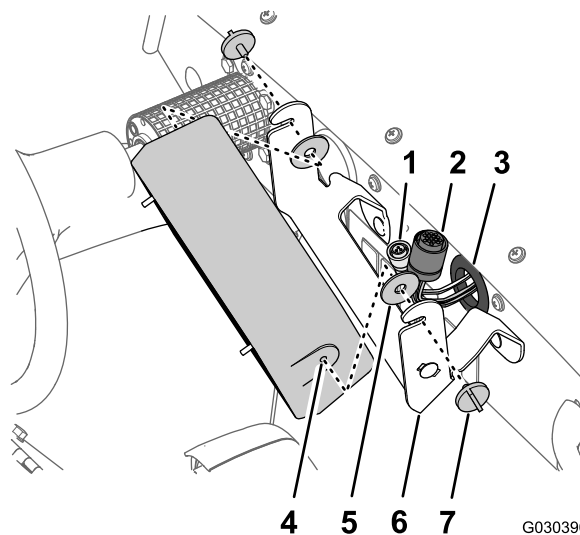

Figura 6
3. Retire los pomos a cada lado de la consola de control (Figura 6).
4. Retire la consola de control y las 2 arandelas de goma del soporte (Figura 6).
5. Empuje el arnés, el conector hembra de 3 vías y el conector hembra de 16 vías a través del anillo de goma en el salpicadero (Figura 6).